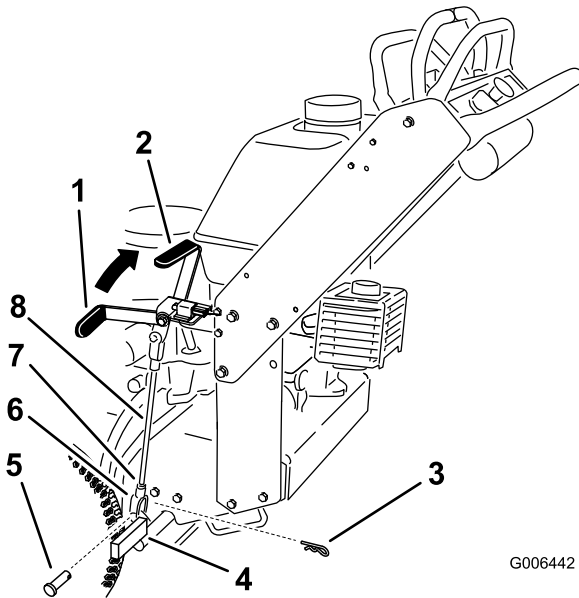

Figura 37
Nota: Cuando el freno está puesto, la palanca de freno debe estar en la posición de la 1 (Figura 37).
5. Afloje las contratueras superior e inferior (Figura 37).
6. Para ajustar el freno, retire el pasador de horquilla y el pasador de la palanca de freno inferior (Figura 37).
7. Gire la varilla del freno en las horquillas. Para apretar el freno, aumenta la distancia entre las horquillas. Para aflojar el freno, reduzca la distancia entre las horquillas (Figura 37).
8. Fije la horquilla a la palanca de freno inferior con el pasador de horquilla y el pasador (Figura 37).
9. Apriete las contratuercas superior e inferior (Figura 37).